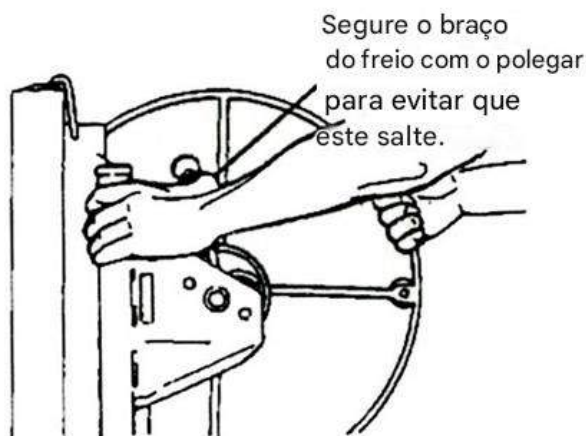

Figura 3
b. Levante o braço do freio até o topo. Segure o guincho, mantendo o polegar firme na alça do freio (Figura 3).